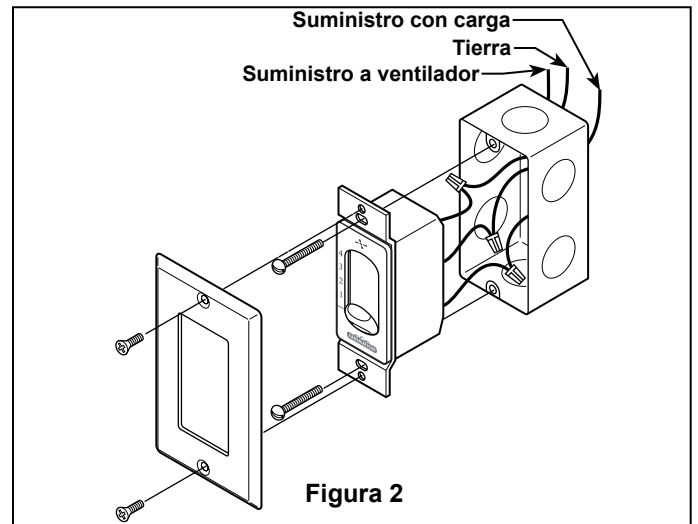

Figura 2
1. Fije bien el soporte de suspensión a la caja de distribución con los tornillos y las arandelas suministrados con la misma (Figura 2).
NOTA: Se deben pasar los tornillos de la caja de distribución eléctrica a través de los orificios que se encuentran en el soporte de suspensión (Figura 2).
3. Con cuidado, levante el ventilador y apoye la unidad del barral/de la semiesfera en el soporte de suspensión que acaba de fijar a la caja de distribución eléctrica (Figura 3). Asegúrese de que la ranura en la semiesfera esté alineada con el reborde del soporte de suspensión (Figura 2).
3. Asegure bien el contrapeso con dos tornillos y las arandelas de seguridad que se incluyen. (Figura 2)
2. Asegure bien las dos aspas con tornillos con cabeza de arandela con arandelas de fibra. No ajuste demasiado. (Figura 2)